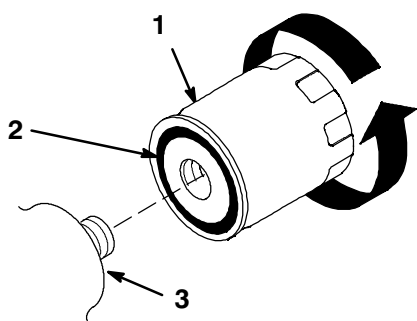

Figure 32
7. Enduire le joint de caoutchouc du filtre neuf d'une mince couche d'huile hydraulique (Fig. 32).
8. Monter le nouveau filtre hydraulique sur l'adaptateur. Visser le filtre dans le sens des aiguilles d'une montre jusqu'à ce que le joint de caoutchouc touche l'adaptateur, puis le visser encore de 1/2 tour supplémentaire (Fig. 32).